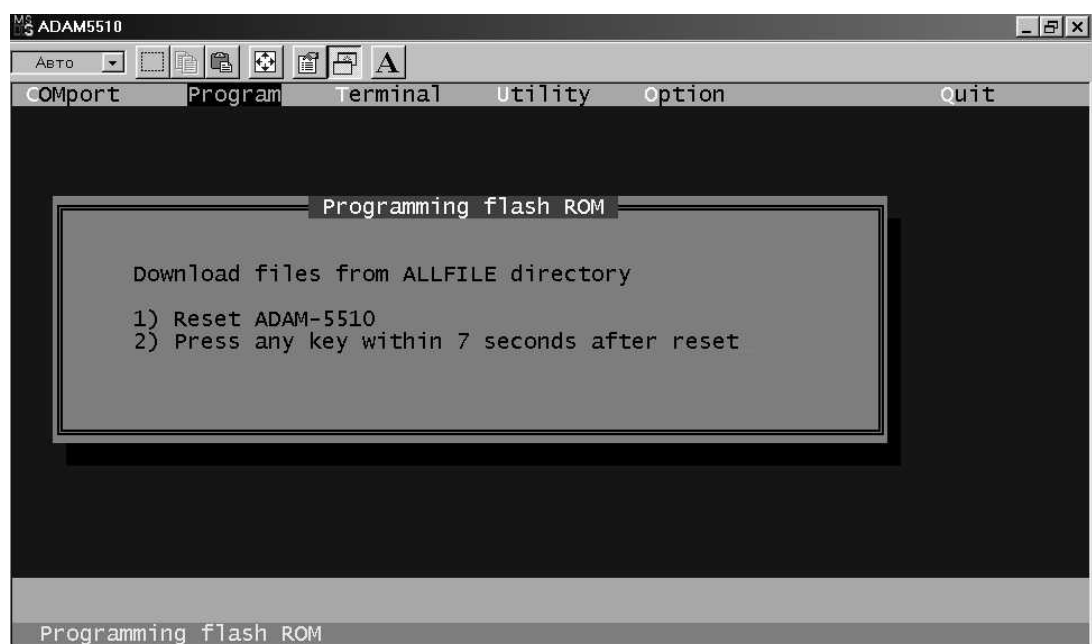

Рис. 1-4. Загрузка программы во флэш-ПЗУ микроконтроллера ADAM-5510
2. В ответ на это начнется процесс загрузки программы в микроконтроллер, который продлится около двух минут. При этом на экране будет отображаться процент выполнения процесса загрузки. После завершения загрузки экран монитора примет вид, приведенный на рис. 1-4.